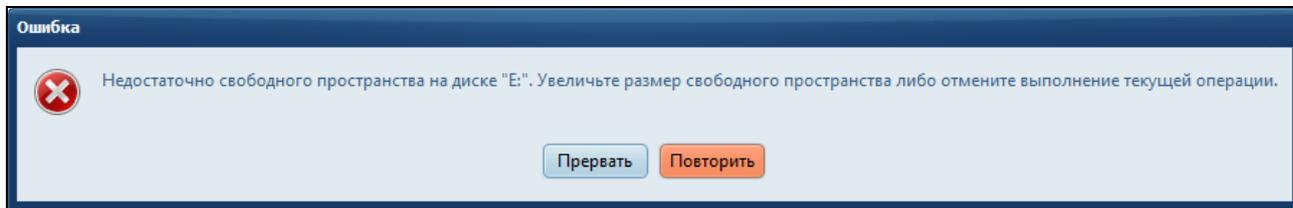

Рисунок 81 – Сообщение о нехватке свободного пространства на этапе создания носителя
**Внимание!** При недостатке свободного пространства на логическом диске в процессе создания носителя МоКоД выдаст соответствующее сообщение (Рисунок 81). Оператору необходимо обеспечить свободное пространство на логическом диске, достаточное для обработки файлов, добавленных в состав носителя, либо уменьшить их количество.